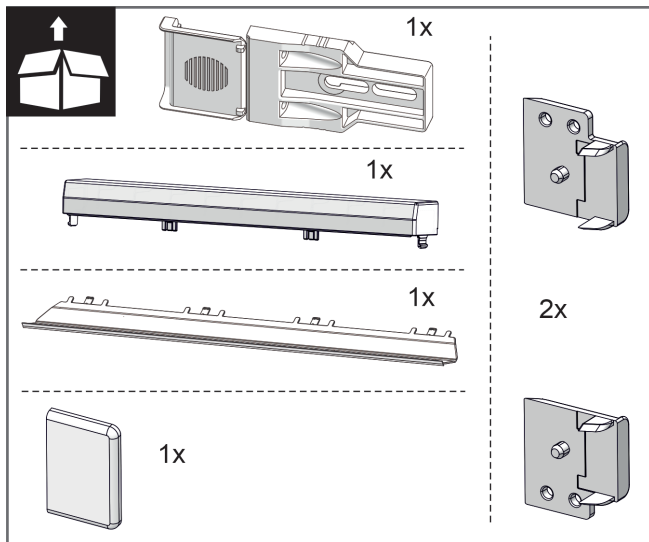
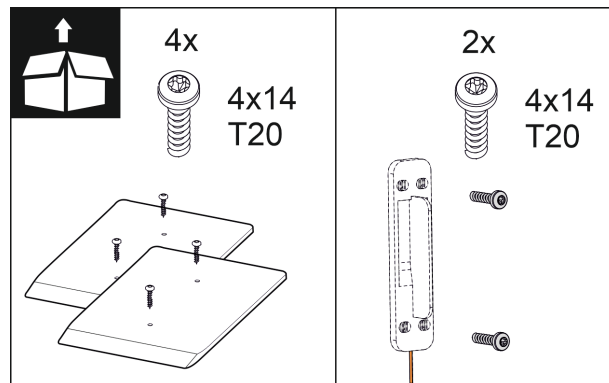

Fig. 10
Fig. 16
2. Contrôler les pièces nécessaires au montage fournies. Fig. 10 () à Fig. 16 ()
Pièces nécessaires au montage fournies Fig. 10 () à Fig. 16 ()